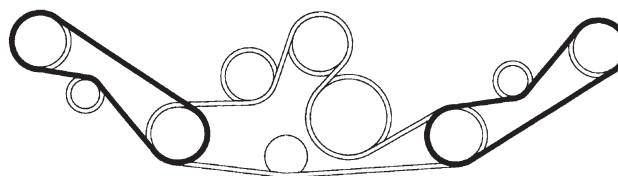

Figura 13
5. Coloque novas correias à volta das polias do eixo e através das estruturas da polia da roda como mostrado na figura 13.